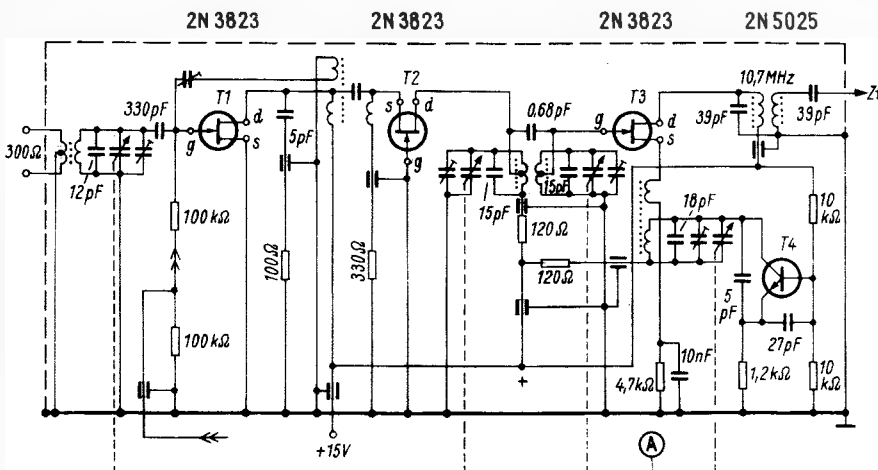

Bild 3. Schaltung des UKW-Tuners mit drei Feldeffekttransistoren
Dieser Schaltungsteil ist mit drei Feldeffekttransistoren (FET) vom n-Typ mit Sperrschichteneingang aufgebaut, von denen zwei in einer Kaskodenvorstufe (T1, T2) und der dritte in der Mischstufe (T3) arbeiten. Für die getrennte Oszillatorstufe (T4) wird ein normaler npn-Transistor verwendet. Die Abstimmung des Tuners (A) erfolgt durch einen Vierfach-Drehkondensator (Bild 3).